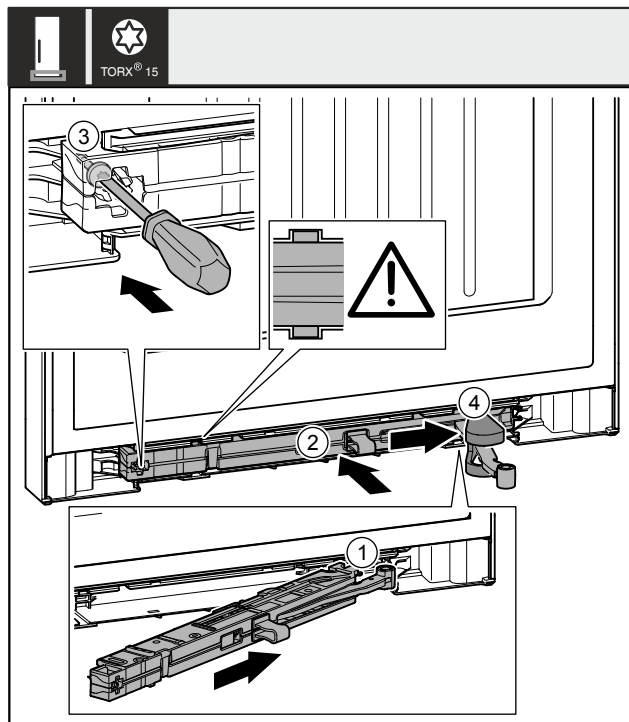

Fig. 49
- ▶ Côté support de palier, pousser l'unité d'amortissement de fermeture Fig. 49 (1) jusqu'en butée de biais dans l'évidement.
- ▶ Pousser complètement l'unité d'amortissement de fermeture Fig. 49 (2) dans l'évidement.
- ▶ Serrer la vis Fig. 49 (3) avec un tournevis.
- ▶ Pousser le cache Fig. 49 (4) sur la jointure.